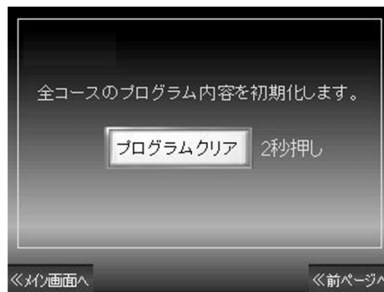

図 7-47
- ・ **プログラムクリア** スイッチを 2 秒間長押しすると各コースに設定したプログラムの内容を初期化します。(図 7-47)